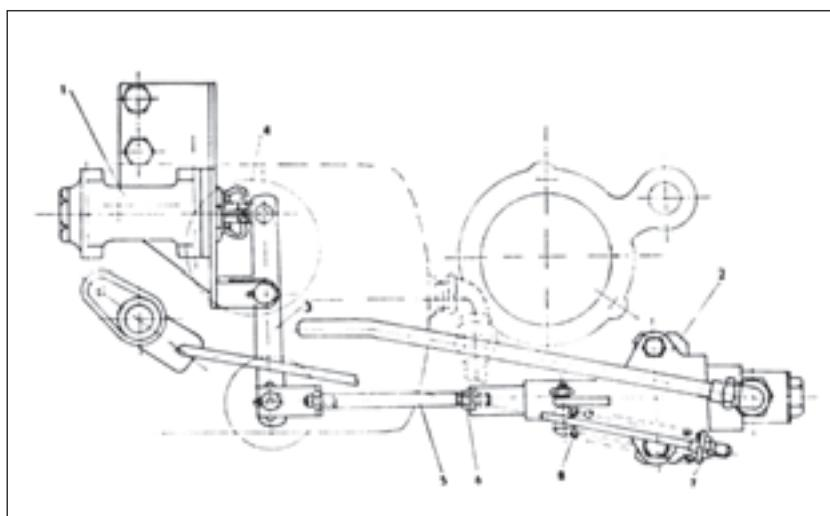

Fig. 191
Pour harmoniser les freins du tracteur avec ceux de la remorque, un levier de transmission (fig. 191/3) est intercalé entre le compensateur de pression (fig. 191/1) et la soupape de frein (fig. 191/2). Il faut éliminer tout jeu entre le piston du compensateur de pression et la fourchette (fig. 191/4) que l'on effectue en desserrant l'écrou de blocage et en tournant la tringle (fig. 191/5). Après le rattrapage du jeu, bloquer la tringle par l'écrou de blocage. Relier la tringle (fig. 191/3) avec le levier sur le deuxième trou à partir du bas. On utilise le premier ou le troisième trou pour différentes remorques ou semi-remorques après leur essai sur train routier.
2. Visser lentement la tringle (fig. 191/5) dans les fourchettes jusqu'au premier soufflage de l'air de la soupape de frein et sur le manomètre relié avec la tête d'accouplement (fig. 98) on remarque la première chute partielle de la pression. Tourner la tringle (fig. 191/5) en arrière de $1/4$ à $1/2$ tour. Immobiliser la tringle dans cette position par l'écrou (fig. 191/6).
Lors l'appui très lente sur la pédale de frein, la tringle (fig. 191/5) doit se déplacer de 1,2 à 2 mm, puis la pression chute dans la tête d'accouplement à la valeur zéro. Juste après cette chute, en continuant à agir sur la pédale par un effort accru, la tringle doit se déplacer encore de 2 mm au moins. Egalement en serrant le frein à main sur la troisième dent du secteur denté, la pression dans la tête d'accouplement descend à la valeur zéro.
La synchronisation du frein à main du tracteur avec le frein de la remorque s'effectue par l'écrou (fig. 191/7). On règle l'écrou de telle manière afin que le ressort (fig. 191/8) soit sans charge et sans jeu.